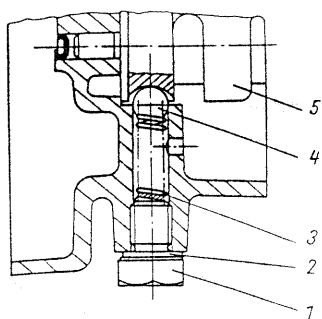

Fig. 183. Arrêtage de ralenti
- (1) Vis M 12 x 16 TGL 0-933-8 E
- (2) Joint d'étanchéité A 12 x 16 (A)
- (3) Ressort de pression C 1,2 x 8,5 x 11,5
- (4) Bille 10-70 TGL 15515
- (5) Tambour de changement de vitesses
– Monter l'arrêtage de ralenti (fig. 183). Le couple de serrage de la vis est de 23_{-4,5} Nm (2,3_{-0,45} kpm).